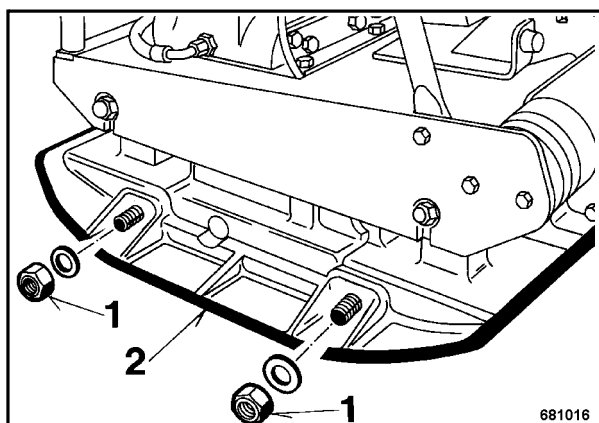

Fig. 5
- Remontar las placas adicionales 2 (Fig. 5). Untar las tuercas de fijación (1) con pasta de cobre OKS 240 y apretarlas con 900 Nm.